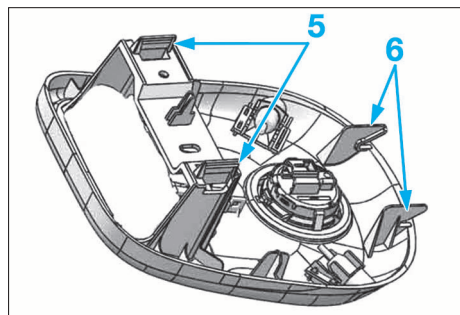

FIG. 91
- Déclipper les agrafes (5) en tirant l'avant vers le bas (Fig.91).
- Dégager les ancrages (6) arrière en poussant la console de pavillon vers l'avant du véhicule.